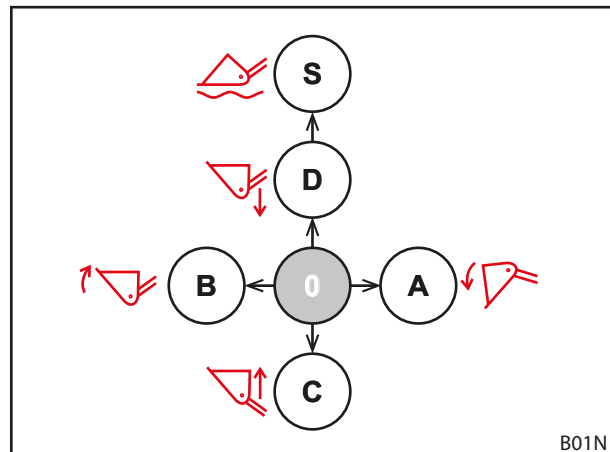
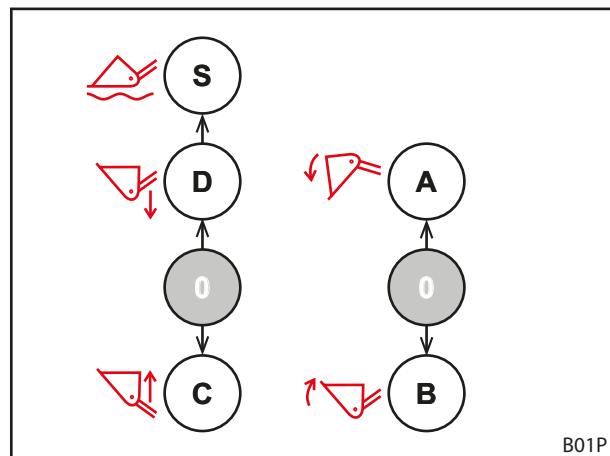

Fig. 65 Beläggning vid en manöverspak
Fig. 66 Beläggning för 2 manöverspakar
Bilderna visar beläggningen för en (1) manöverspak (se Fig. 65) och två (2) manöverspakar (se Fig. 66) sett uppifrån.